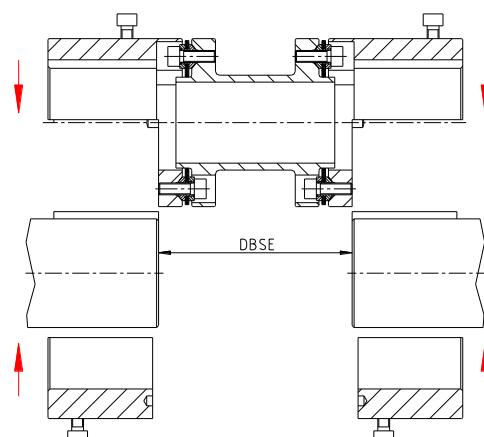

Figura 3: Montaje del acoplamiento
- Oriente los ejes del lado conducido y motriz de forma que alcancen a dimensión DBSE (véase la tabla 1). Alinee las ranuras de las chavetas de los extremos de eje a ras (véase la figura 3).
- Coloque el cuerpo del acoplamiento (componente 1.1) sobre los ejes del lado conducido y motriz (véase la figura 3).